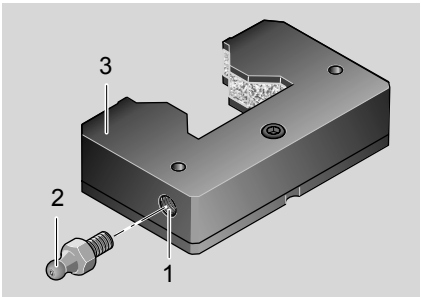

图 1
- 从润滑孔 (图 1，标号 1) 中取出螺塞，并保存好。
- 旋入润滑嘴 (2)。
- 将前置润滑单元 (3) 平放好，按表 2 所给数据注入润滑油，然后静放大约 36 小时不动。